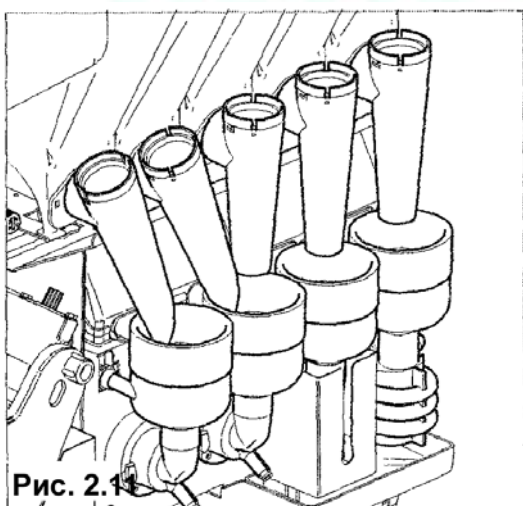

Рис. 2.11
- Активируется двигатель взбивалки, если он имеется (рис. 2.11)